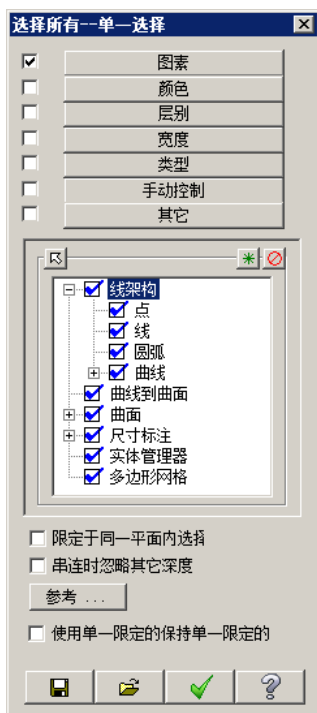

图 3.12.13 “选择所有—单一选择”对话框
- (1) 选择下拉菜单 **编辑(E)** → **删除(D)** → **恢复删除限定的图素(M)** 命令，系统弹出图 3.12.13 所示的“选择所有—单一选择”对话框。
- (2) 定义还原删除的类型。在“选择所有—单一选择”对话框中单击  按钮，取消选中所有的复选框。然后选中 ☒ **圆弧** 复选框。